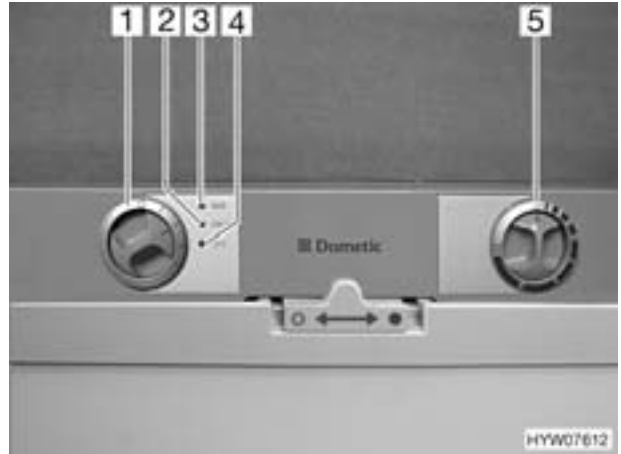

Bild 153 Bedienelemente für Kühlschrank (Variante 5)
- Energie-Wahlschalter (Bild 153,1) auf "GAS" stellen.
- Drehregler (Bild 153,5) auf maximale Leistung stellen. Die Gaszufuhr ist geöffnet. Der Zündvorgang erfolgt automatisch. Ein tickendes Geräusch ist hörbar, bis der Zündvorgang erfolgreich abgeschlossen ist. Die Betriebsanzeige "GAS" (Bild 153,3) leuchtet gelb.
- Energie-Wahlschalter (Bild 153,1) auf "☐" stellen. Das Gerät ist abgeschaltet.
- Energie-Wahlschalter (Bild 153,1) auf "230 V" stellen. Die Betriebsanzeige "230 V" (Bild 153,2) leuchtet grün.
- Kühltemperatur mit dem Drehregler (Bild 153,5) einstellen.
- Energie-Wahlschalter (Bild 153,1) auf "12 V" stellen. Die Betriebsanzeige "12 V" (Bild 153,4) leuchtet grün.